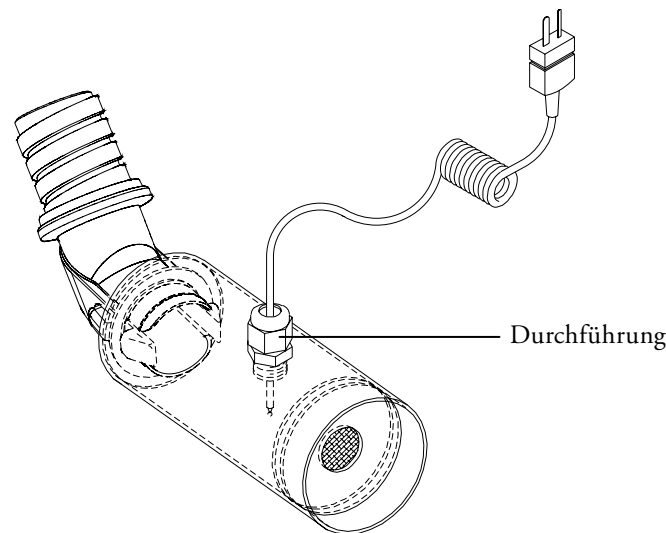

Abb. 9 Testkit zur Kalibrierung des Erwärmungsgeräts Modell 875.
5. Achten Sie darauf, dass das Thermoelement durch die Durchführung des zylinderförmigen Gehäuses des Testkits eingeführt wird. Die Spitze des Thermoelements sollte ungefähr in der Mitte des Testkits liegen (siehe Abb. 9).